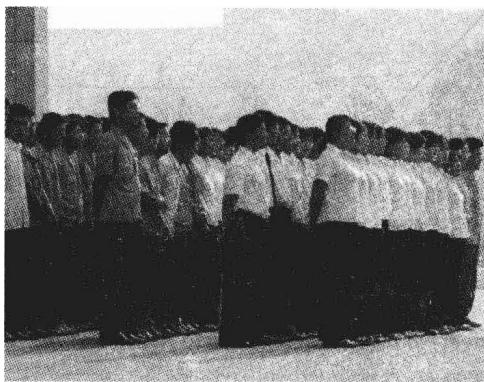

图 1-4 工作服颜色管理图例
- (1) 工作服颜色。人员类别不同，其工作服、工作帽颜色也不同，或在工作帽上粘贴不同颜色的标识，如图 1-4 所示。
- (2) 工位器具和零件箱颜色要区分，且颜色最好采用浅绿色、浅蓝色等。
- (3) 工装及设备的颜色要不同于工具的颜色，同一个车间的设备颜色要尽量统一。
- (4) 存放不合格件的工位器具，其颜色要区别于存放合格件的器具颜色，可采用红色或黄色以警示。
- (5) 作业区线颜色应区分开来，如干道可采用暗色，作业区可采用亮色。